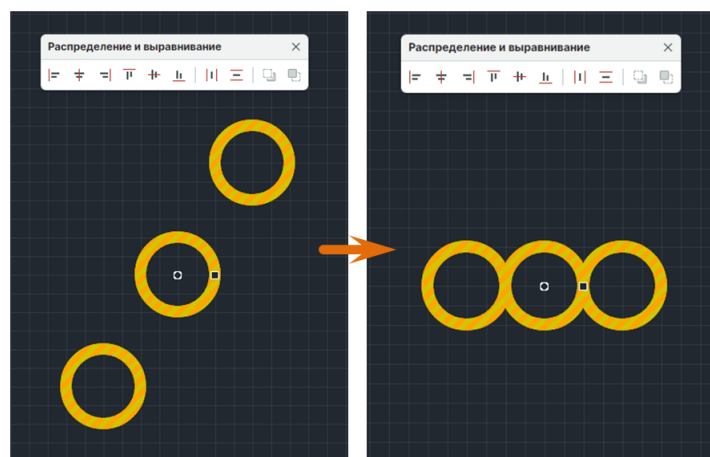

Рис. 315 Выравнивание по середине
2. На панели «Распределение и выравнивание» выберите инструмент «Выровнять по середине», который обозначен символом , см. Рис. 315.